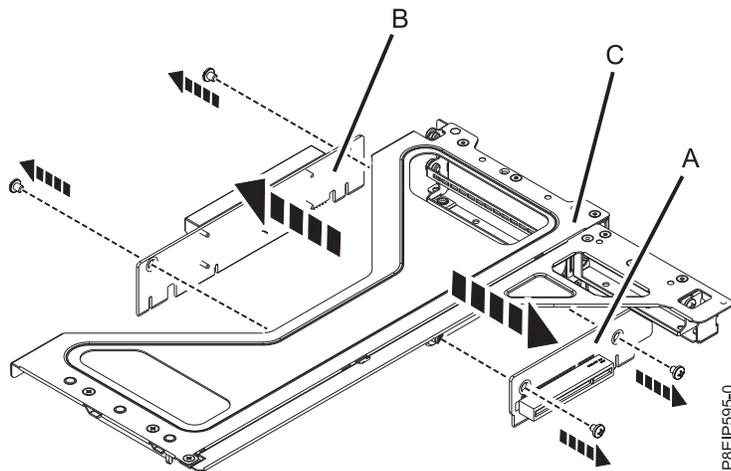

Figure 38. Retrait des cartes mezzanine PCIe du compartiment de carte
7. Si vous avez besoin de retirer les cartes mezzanine des positions 3 (A), 4 ou 5 (B), retirez les vis qui fixent la carte mezzanine PCIe au compartiment (C) comme indiqué dans la figure 38.